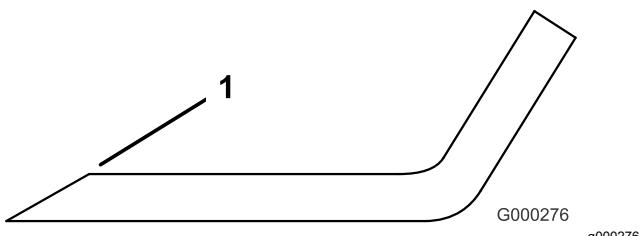

図 86
3. すべてのブレードの刃先を点検し、刃先が丸くなっていたり打ち傷がある場合には研磨する図 86。
**注** 研磨は刃先の上面だけに行い、刃の元々の角度を変えないように十分注意する図 86。両方の刃先から等量を削るとブレードのバランスを維持することができます。